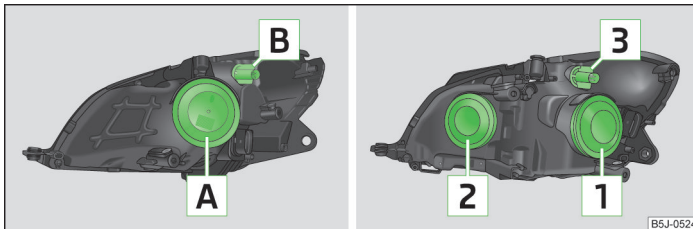

Abb. 157 Glühlampenordnung: Halogen-Scheinwerfer / Halogen-Projektorscheinwerfer
- › Die Gummiabdeckung **A** » Abb. 157 auf Seite 203 abnehmen.
- › Die Gummiabdeckung **1** » Abb. 157 auf Seite 203 abnehmen.
- › Die Gummiabdeckung **2** » Abb. 157 auf Seite 203 abnehmen.
- › Die Fassung **B** » Abb. 157 auf Seite 203 bzw. die Fassung **3** bis zum Anschlag entgegen dem Uhrzeigersinn drehen und zusammen mit der Glühlampe für Blinklicht herausnehmen.
- › Die Gummiabdeckung **A** » Abb. 157 auf Seite 203 bzw. **2** abnehmen.